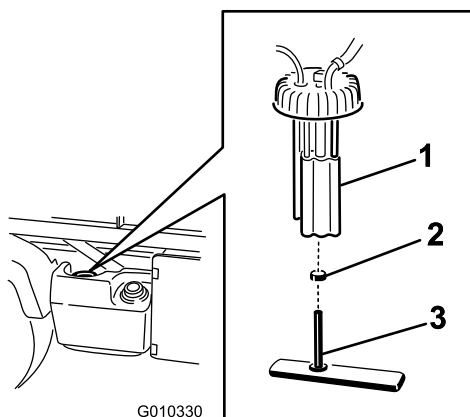

Figura 49
2. Desligue os conectores da cablagem da bomba de combustível (Figura 49).
3. Desaperte a abraçadeira do tubo e desligue o tubo de combustível da tampa da bomba de combustível (Figura 49).
4. Desaperte a tampa da bomba de combustível da parte superior do depósito de combustível (Figura 49).
5. Retire o conjunto da bomba de combustível e filtro de combustível do depósito (Figura 49).
6. Retire a braçadeira que fixa o filtro de combustível à união da bomba de combustível. Retire o tubo da união (Figura 49).